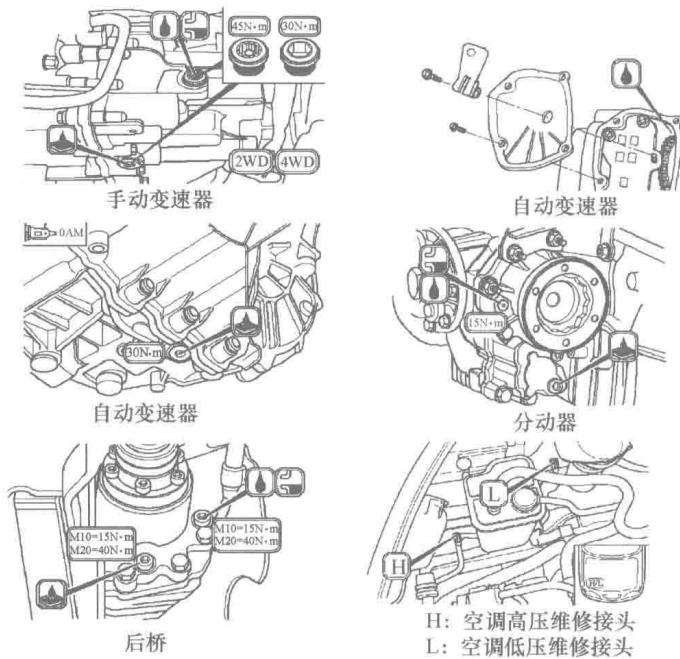

图 1-1-2 奥迪 A3 1.8L TFSI 轿车油液泄放和加注螺塞位置识别
(2) 奥迪 A3 1.8L TFSI 轿车油液泄放和加注螺塞位置识别 (图 1-1-2)